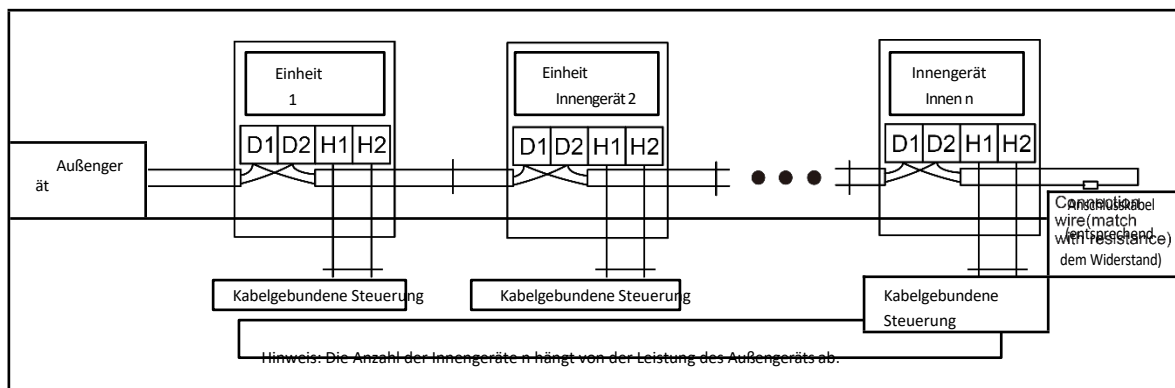

Abb. 5.3.2
- 5 Um eine zuverlässigere Kommunikation zu gewährleisten, stellen Sie sicher, dass Sie den Anschlusswiderstand an das am weitesten vom Kommunikationsbus entfernte Innengerät anschließen (Klemmen D1 und D2), wie in Abb. 5.3.2 dargestellt. Der Anschlusswiderstand wird mit jedem Außengerät mitgeliefert.